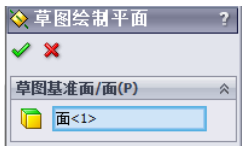

图 2-4 显示基准面名称
2. 在弹出的快捷菜单中选择 [编辑草图平面] 命令。这时在出现的 [草图绘制面] 属性管理器中的 [草图基准面/面] 框中显示基准面的名称，如图 2-4 所示。